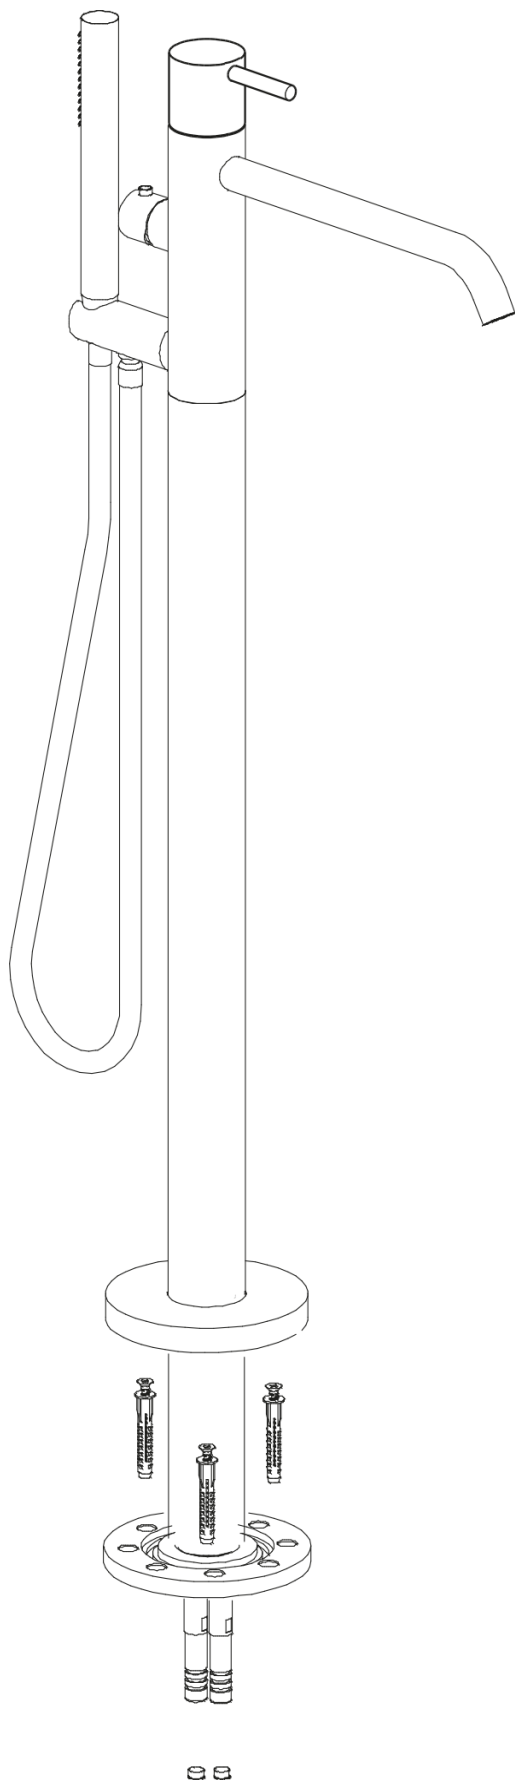
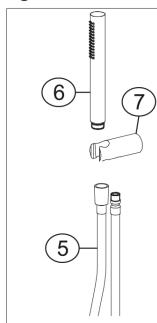

fig.3
fig.2
Plaats de kolom door de pluggen in de daarvoor bestemde gaten te steken (Fig. 1). Controleer de positie van de uitloop en of deze goed is geïnstalleerd. Markeer de te maken gaten op de vloer. Verwijder de kolom, maak de gaten en steek de pluggen erin. Plaats de mixerkolom op de vloer en draai de bevestigingsschroeven (1) vast. Monteer in geval van hoge waterdruk de debietreductoren (2) op de flexibele koppelingen (3) die in de verpakking zitten (Fig. 2). Breng de afdekking (4) op de vloer aan (afb. 1). Plaats de steun (7) in zijn zitting, zet hem vast met de stiftap en controleer of hij perfect verticaal is door de handdouche te plaatsen. Voltooi het door de flexibele buis (5) op de kraanwateraansluiting en op de handdouche (6) te schroeven en plaats de handdouche op zijn plaats (Fig. 3).
Position the column, inserting the plugs in the holes (Fig. 1). Check the position of the spout and that it is properly installed. Mark the holes to be made on the floor. Remove the column, make the holes and insert the plugs. Place the mixer column on the floor, tightening the fixingscrews (1). In case of high water pressure, fit the flow reducers (2) on the flexible unions (3) included in the pack (Fig. 2). Fit the cover (4) on the floor (Fig. 1). Insert the support (7) in its seat, secure it with the grub screw and check its perfect verticality, inserting the hand shower. Complete by screwing the flexible tube (5) to the water union of the tap and hand shower (6), and fit the hand shower in its place (Fig. 3).